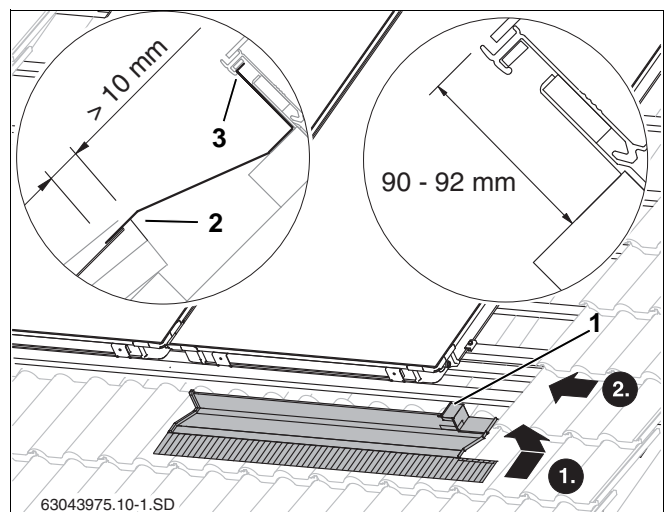
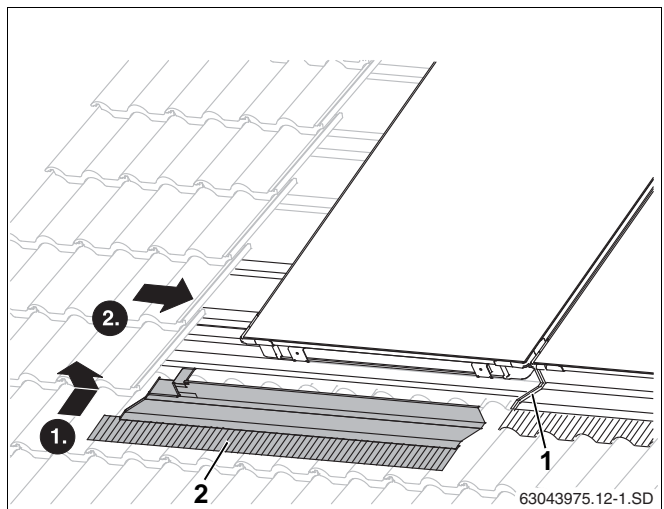

Fig. 43 Højre dækplade forned
Fig. 46 Montering af nederste venstre dækplade
- ▶ Sæt dækpladen med kanten opad ind i solfangerens gribefordybning (fig. 43, **pos. 3**).
- ▶ Skub dækpladen hen til solfangeren, så den højre korte kant (fig. 43, **pos. 1**) foroven også går ind i solfangerens gribehåndtag.
Dækpladen skal ligge min. 10 mm på tagstenen (fig. 43, **pos. 2**).
- ▶ Læg den venstre dækplade (fig. 46, **pos. 2**) på den foregående, og monter den som den højre (fig. 43).
Træk først beskyttelsesfolien af klæberen til dækpladerne (fig. 46, **pos. 1**), når alle plader er skruet på.